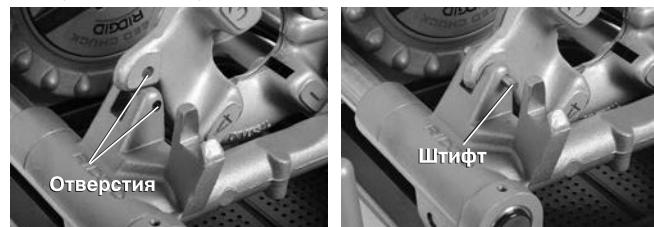

Рис. 26 – Фиксация левой резьбонарезной головки на месте
2. Вставьте штифт диаметром $5/16$ " длиной 2" сквозь отверстия в упоре каретки и в левой резьбонарезной головке, чтобы зафиксировать ее на месте (см. Рис. 26).